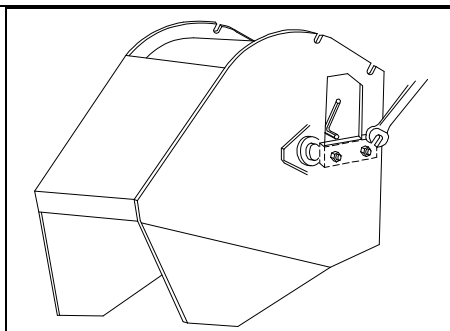

Fig. 17
- Placer les clés dans les deux ouvertures (fig. 17) et enlever la lame.